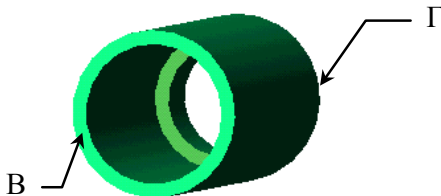

Рис. 2.8
8. Переименовать созданный элемент в дереве конструирования. Присвоить название «Сквозное отверстие» (рис. 2.8).